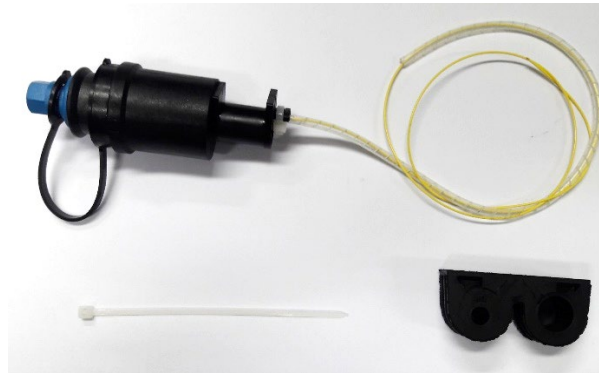

Figura 1
- 11 Este procedimento proporciona informação geral para instalar a kit expansão UCAO MS (Figura 1).